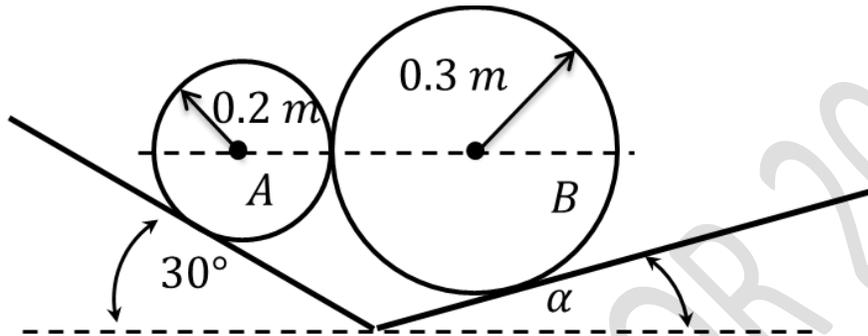

Fig. 2.15.
2.9.- Dos cilindros homogéneos lisos A y B están en reposo como indica la Fig. 2.15, esto es, la línea que une sus centros es horizontal. El cilindro A tiene una masa de 40 (kg), en cambio el cilindro B de 90 (kg). Calcular el módulo de la fuerza de interacción entre ambos cilindros y el ángulo α que satisface la situación planteada.